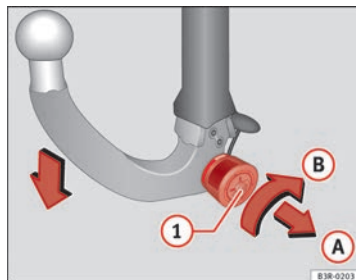
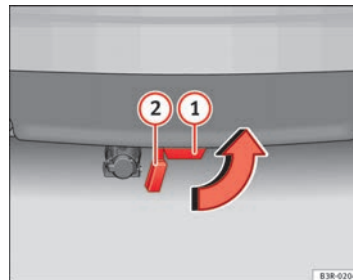

Fig. 173 Dispositivo desmontable para remolque: Desmontar la rótula
Fig. 174 Parachoques trasero: colocar el tapón
- Introduzca la llave en la cerradura ① ⇒ fig. 173 de la rueda moleteada.
- Sujete la rótula y tire de la rueda moleteada en la dirección de la flecha ① hasta sacarla.
- Sin dejar de tirar de la rueda moleteada, gírela hasta el tope en el sentido de la flecha ②.
- Extraiga la rótula del tubo de enclavamiento tirando de ella hacia abajo ① ⇒ fig. 174. Al hacerlo, la chapaleta de cierre que hay en el tubo de enclavamiento ② lo cerrará automáticamente.